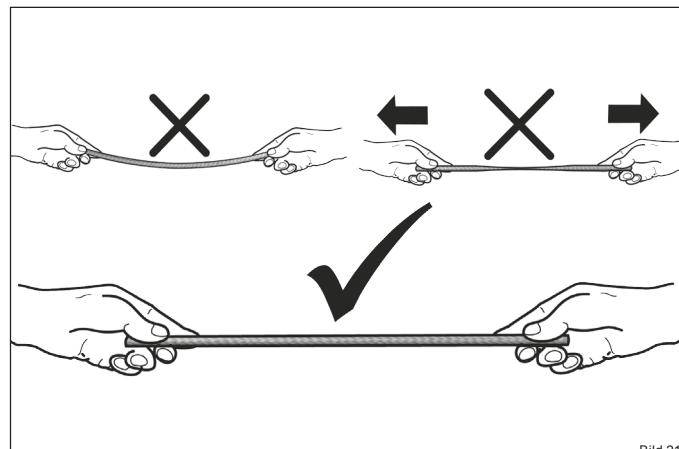

Bild 21
- Achten Sie beim Verlegen der Dichtung darauf, dass diese nicht durchhängt und leicht gestaucht wird (Bild 21).